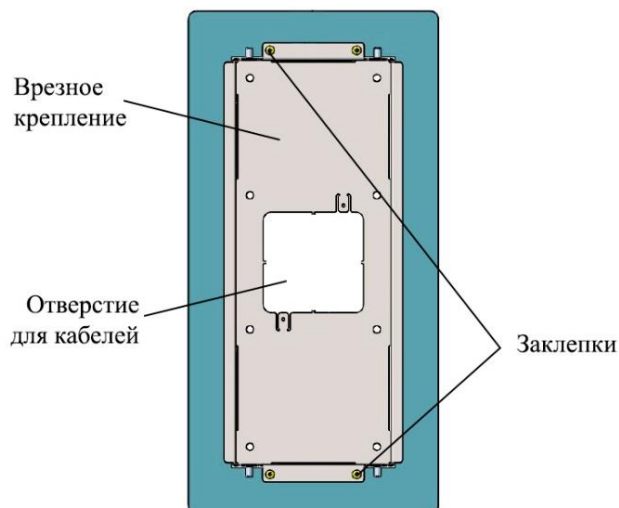

Рисунок 4 – Установка крепления в листовой металл
2.2.3. Просверлить размеченные отверстия диаметром **2,5 мм**. Установить крепление на дверное полотно с помощью четырех заклепок через заготовленные отверстия (рисунок 4).